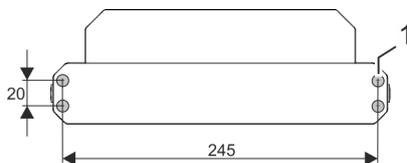

Abb. 31: Anbindungspunkte – Multilift I
2. ➔ 4 Schrauben in die Bohrlöcher (Abb. 31/1) von Untergrund und Hubsäule einsetzen.